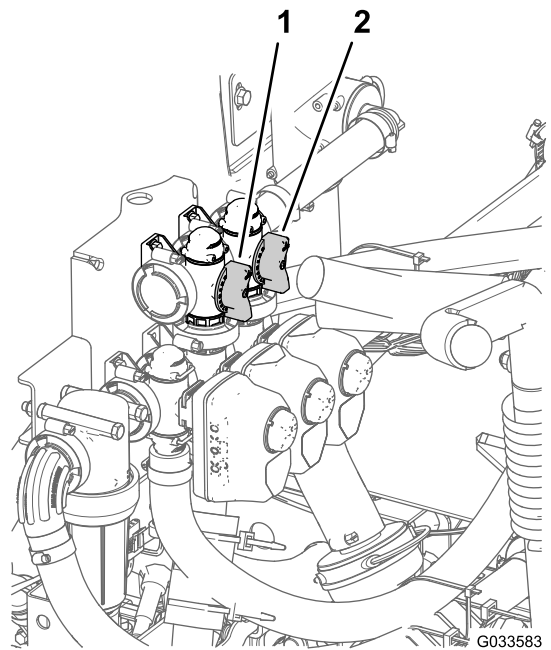

図 89
11. 攪拌バルブの背面についている攪拌バイパスバルブ **図 89** を使って、水圧計の読みが 6.9 bar になるように調整する。
8. マスターブームバイパスハンドルを使ってタンク内の攪拌動作を調整する 図 89。